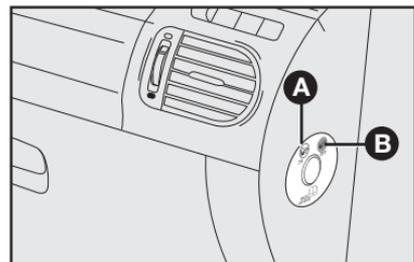

fig. 122
#### Para versões com ativação/desativação do airbag frontal do lado do passageiro através do interruptor na lateral do painel do veículo figs. 122 e 123
O interruptor tem duas posições **A** e **B**—fig. 122.
**A** – airbag lado do passageiro ativado: (posição **ON A**—fig. 122) com luz-espia no quadro de instrumentos apagada.
**B** – airbag do lado do passageiro desativado: (posição **OFF B**—fig. 122) com luz-espia “ no quadro de instrumentos acesa.